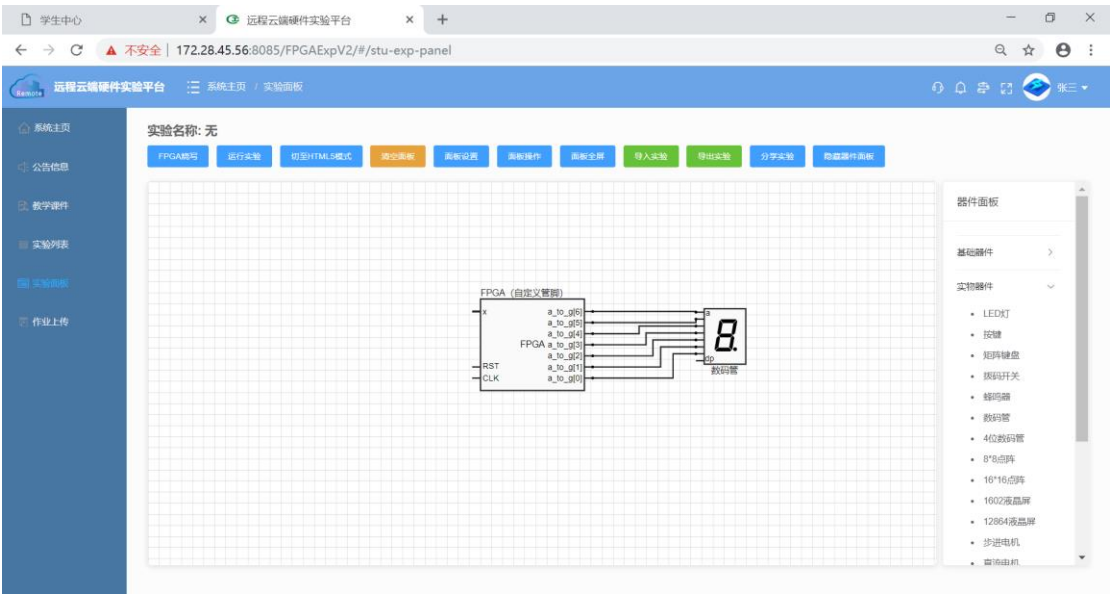

图 1-45 连接 FPGA 和七段数码管
(3). 按照图 1-45 所示，将 FPGA 的输出管脚与七段数码管相连。连接的方法是鼠标单击器件的引出管脚一次即可引出一条导线，在单击另一个器件的管脚